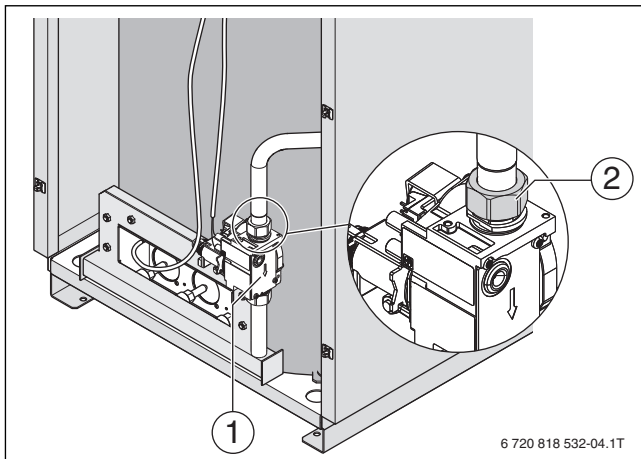

Рис. 34 Демонтаж горелки
- ▶ Подсоедините газоподводящую трубу к клапану резьбовым соединением [2] с моментом затяжки 48-52 Н\*м (→ рис. 34, стр. 33). При присоединении газоподводящей трубы фиксируйте газовый клапан от смещения на фланце под гайкой [2].